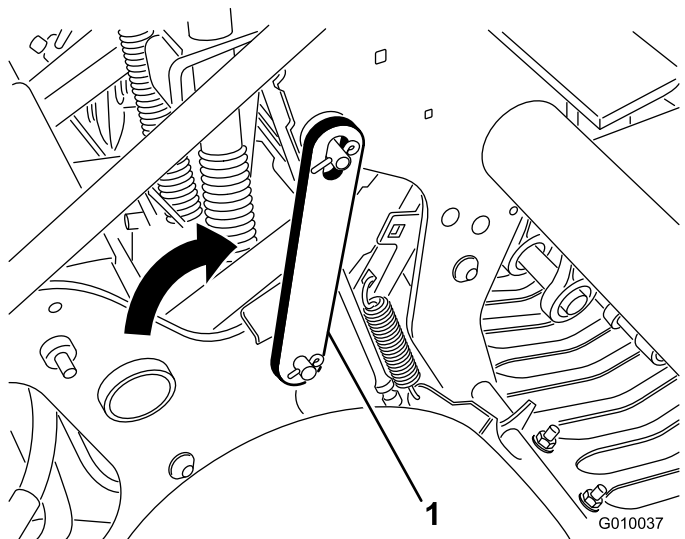

Figura 21
4. Girate indietro il fermo di servizio e inseritelo nella spina della testa di carotaggio (Figura 21). Fissate il fermo con l'anello Seeger.